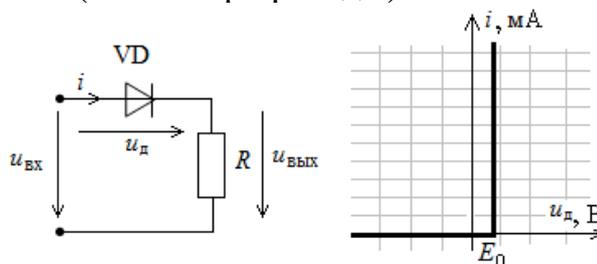

Рис. 6
1. На рис. 6 представлена ВАХ кремниевого диода, имеющего напряжение в проводящем направлении  $E_0 \approx 0,7$  В. Используя метод кусочно-линейной аппроксимации, рассчитать и построить кривые мгновенного значения тока, напряжения на диоде и выходного напряжения, если действующее значение синусоидального напряжения на входе  $U=2$  В, сопротивление линейного резистора  $R=100+10n$  Ом ( $n$  – номер бригады).